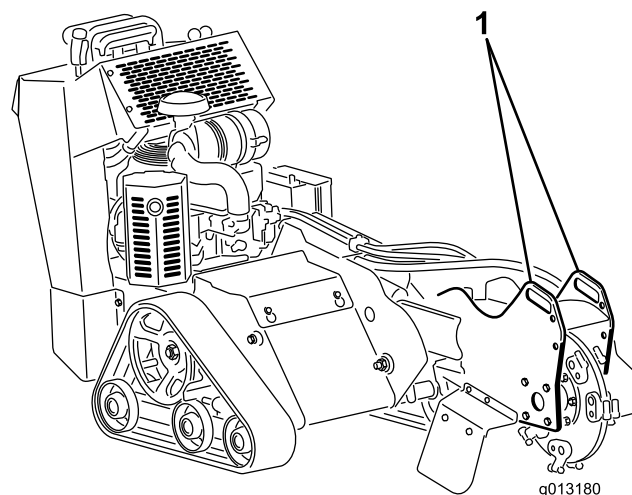
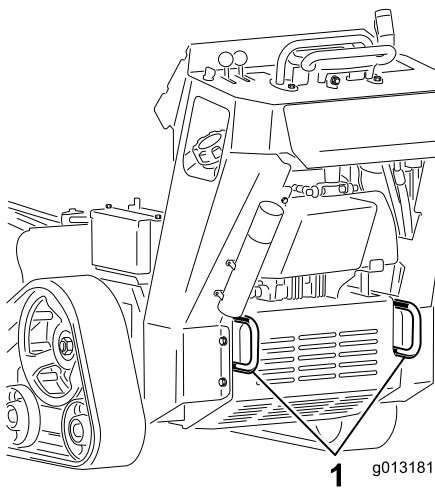

Bild 23
Bild 24
3. Befestigen Sie Ketten oder Riemen an den Vergurtungsstellen bzw. Hebelaschen vorne und hinten an der Maschine, um die Maschine am Anhänger zu befestigen (Bild 23 und Bild 24).
Sie können die Maschine mit den Vergurtungs- und Hebeschlaufen als Hebestellen hochheben (Bild 23 und Bild 24).